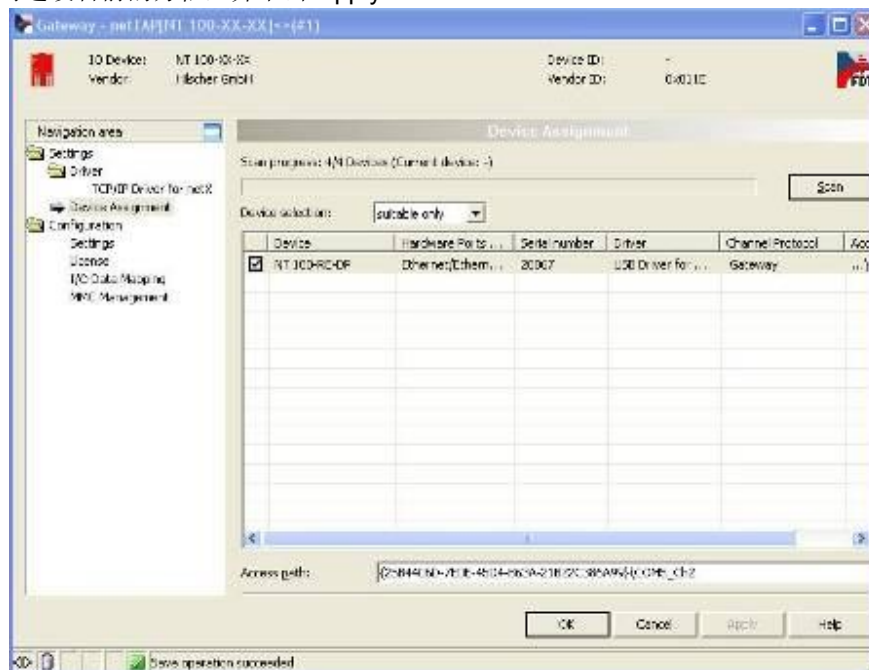

图 12
(12) 双击该图标，弹出配置对话框，如图 12 所示，此时在“Device Assignment”栏中显示计算机已经找到硬件，勾选设备前的方框，并单击“Apply”：